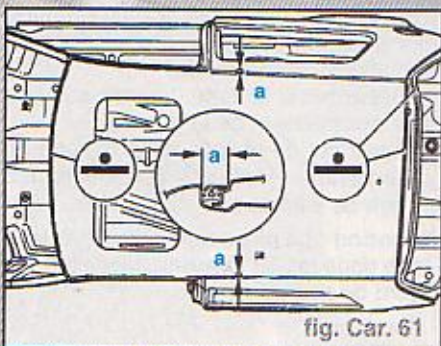

fig. Car. 61
Attention : Contrôler l'ajustage avec le pare-brise et la glace arrière. Il est impératif de respecter la cote **a = 13,2 ± 0,6 mm** pour la moulure décorative de pavillon (fig. Car. 61).
- Souder le pavillon à la pointeuse électrique (fig. Car. 61)